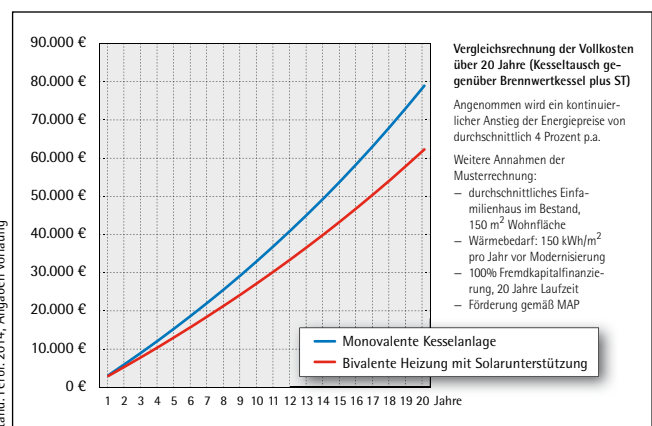

Bild 2: Vergleich der Wärmekosten bei angenommenen 4% Brennstoff-Preissteigerungen während einer Lebensdauer von 20 Jahren
- Viertens: Zwar sind die anfänglichen Systemkosten für Heizkombinationen meist höher als für konventionelle, dafür aber die Betriebskosten langfristig geringer (Bild 2).